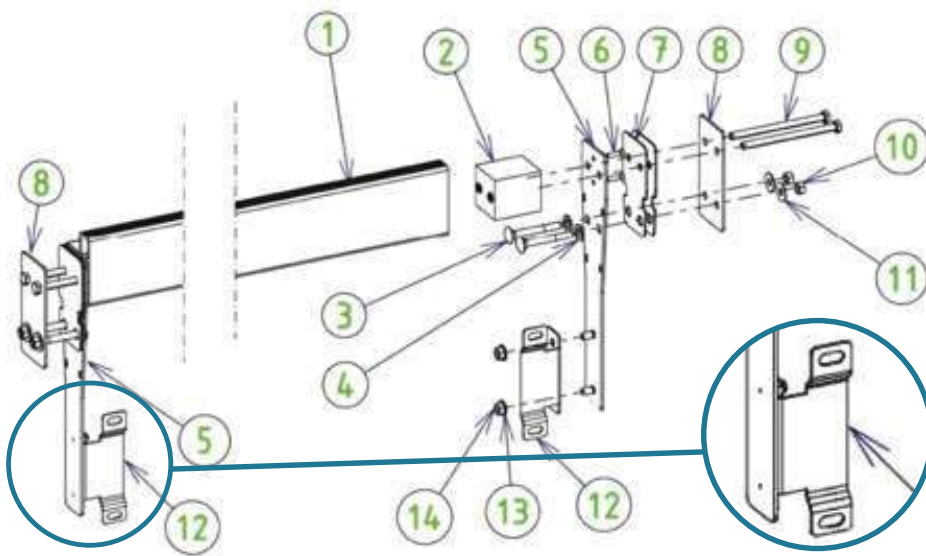

Abbildung 41 – Montage und Installation des Trägers
Richten Sie nun die Achse aus: Stellen Sie die Position des Lagers an seinem Träger, mithilfe eines Nivelliergerätes auf der Abdeckachse ein und der vier Schrauben, die das Lager mit dem Flansch der Lagerhalterung verbinden (*Abbildung 41*). Wenn die Achse horizontal ist, blockieren Sie diese vier Schrauben.
Die Montageschritte des Trägers werden in *Abbildung 41* dargestellt. Die benötigten Schrauben für diese Montage befinden sich im Pack Y. Auf dieser Abbildung befindet sich die Holzwand zwischen den Teilen 7 und 8 und die Folienauskleidung zwischen den beiden (7) Gummidichtungen.
Montieren Sie die beiden Anschlagwinkel der Trennwände (12) auf den Platten (5) mithilfe von vier Muttern (14) und vier Unterlegscheiben (13) von 8 mm Durchmesser aus Edelstahl A4. Die Vorsprünge, auf denen sich die Langlöcher der Winkel befinden (12), müssen auf der gleichen Seite des Trägers sein (siehe Zoom in Abbildung 41).
Befestigen Sie schließlich die Trennwand auf den Winkeln (Teil 12 in *Abbildung 41*) mit vier Senkkopfschrauben (7) 8 × 16, vier Unterlegscheiben und vier Muttern von 8 mm Durchmesser aus A4 Edelstahl.